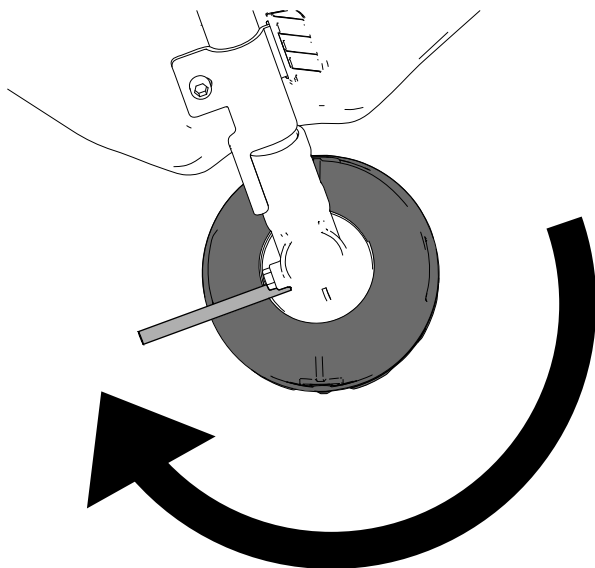

Figura 16
4. Con la varilla metálica sujetando el cabezal de la desbrozadora, gire el cabezal de la desbrozadora en sentido horario para retirarla del espárrago roscado de la caja de engranajes (**Figura 16**).
3. Retire el tapón del lateral de la desbrozadora (Figura 16).